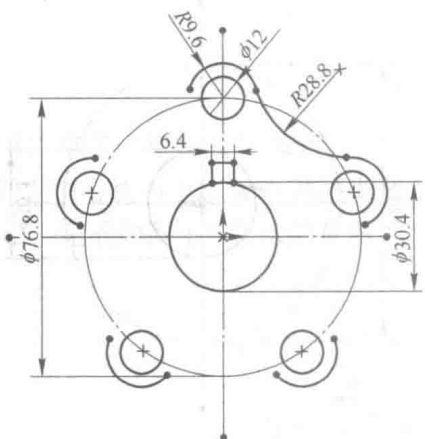

图 2-5 绘制 R28.8 圆弧
(5) 单击“3点画弧”按钮 ，在两段 R9.6 的圆弧之间绘制 R28.8 圆弧，两段相连圆弧之间添加“相切”的几何关系，如图 2-5 所示。